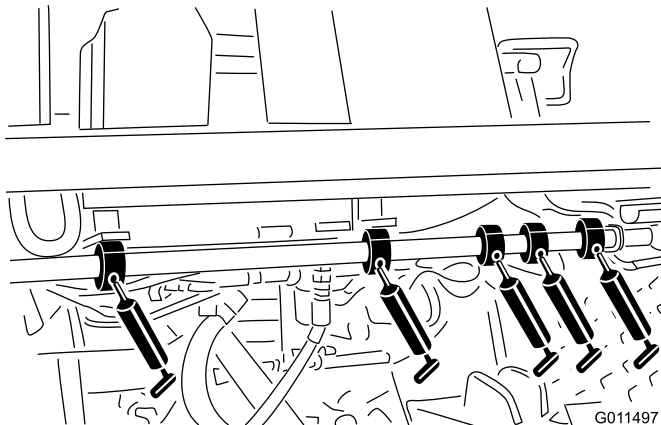

Figura 36
- Cojinetes del pivote del eje de freno (5) (Figura 36)